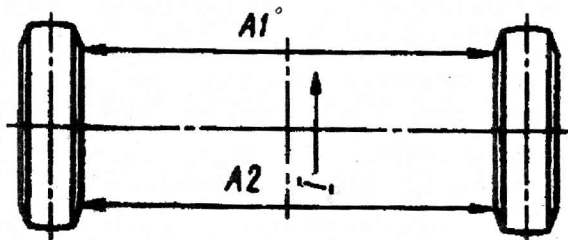

Рис. 163. Схема проверки схождения колес
**Схождение колес** считается положительным, если размер между боковыми поверхностями передних шин спереди меньше, чем размер сзади, или, другими словами, когда размер A1 (рис. 163) меньше, чем размер A2.
Схождение колес должно быть таким, чтобы размер между внутренними или наружными боковыми поверхностями шин спереди был на 1,5—3 мм меньше такого же размера сзади, т.е. размер А1 должен быть меньше размера А2 на 1,5—3 мм (см. рис. 163).